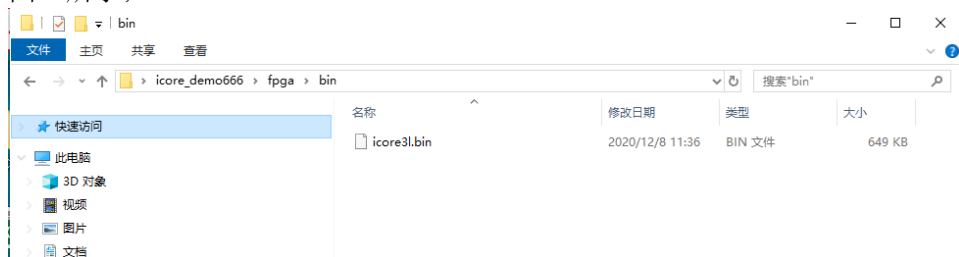

图 1
- 1、将 FPGA 的 .bin 文件拷贝到 U 盘中（没 U 盘时可拷贝到 TF 卡中），.bin 文件位置如图 1 所示；